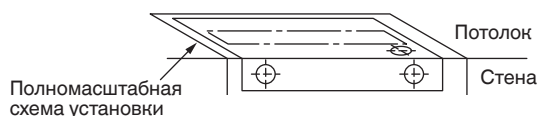

Рис. 3-5
- Поместите полномасштабную схему на потолке в месте, где нужно установить внутренний блок. Воспользуйтесь карандашом, чтобы отметить места для отверстий (Рис. 3-5).